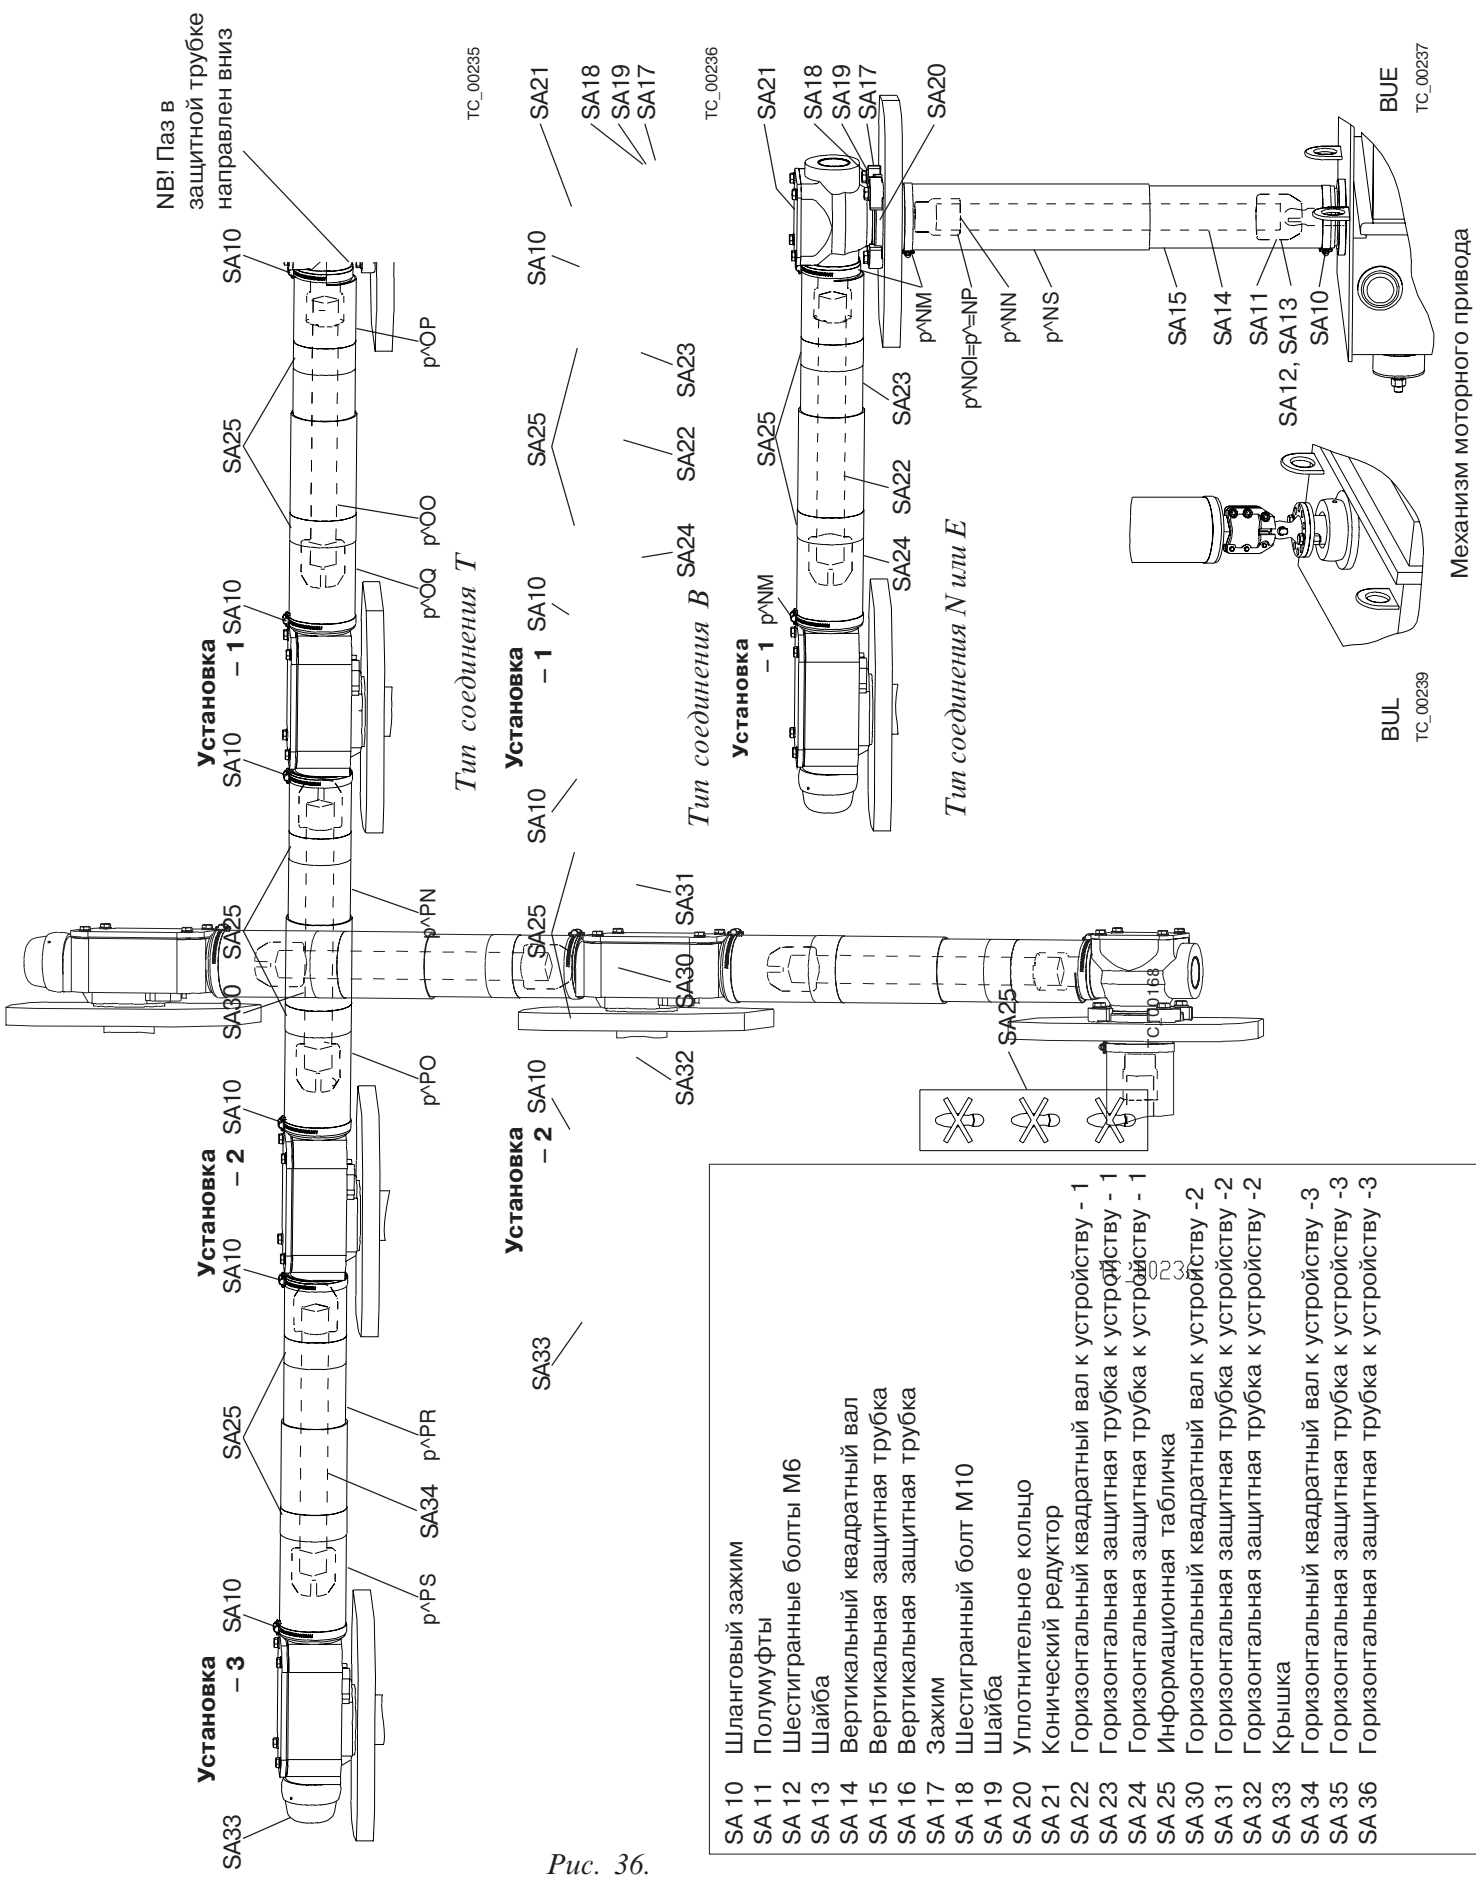

Рис. 36.
2. Установите конический редуктор SA 21 на край крышки трансформатора, см. Рис. 36.
1. Установите конический редуктор SA21 на трансформатор с уплотнительным кольцом SA20, четырьмя зажимами SA17, шестигранными болтами M10, SA18 и шайбами SA19, см. Рис. 36.
Нижеследующее описание относится к установке приводных валов и защитных труб, когда устройство РПН состоит из двух блоков типа UCG.V/UCL.V. Блок устройства РПН, который расположен ближе к механизму привода, называется блок-1, второй блок – блок-2, см. Рис. 36.